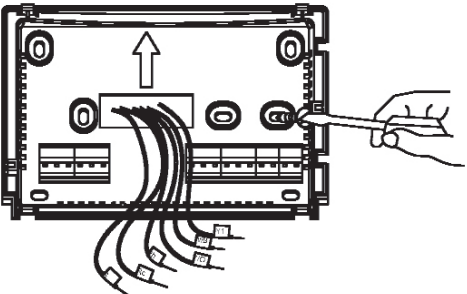

Figure 3
- Placez la plaque murale sur le mur, en tirant les fils à travers la grande ouverture. Insérez les vis de montage fournies dans les chevilles et serrez. Voir figure 3.